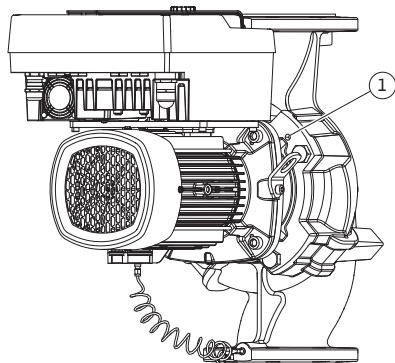

Fig. 10: Изтласкайте окомплектовката по резбовите на корпуса
- Избутаите окомплектовката (виж Fig. 4) от корпуса на помпата. В зависимост от типа на помпата (виж Fig. I ... Fig. IV) има два различни подхода. За типа помпа (Fig. III и Fig. IV), разхлабете болтовете (поз. 29). Използвайте двете съседни резби на корпуса (Fig. 10, поз. 1) и използвайте подходящи болтове, предоставени от клиента (напр. M10 x 25 mm). Използвайте двете резби на корпуса M10 (Fig. 104) за типа помпа (Fig. I и Fig. II). За целта използвайте подходящи винтове, предоставени на място (напр. M10 x 20 mm). Прорезите (Fig. 104, поз. 2) могат да се използват и за избутване.